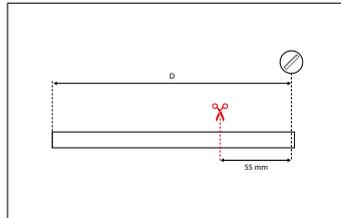

Abb. 28: Gummiüberzug kürzen
3. Kürzen Sie den Gummiüberzug auf der Gewindestange. Die Länge des Gummiüberzugs muss 55 mm geringer sein als der in Punkt 1 gemessene Abstand [D] (Abb. 28).